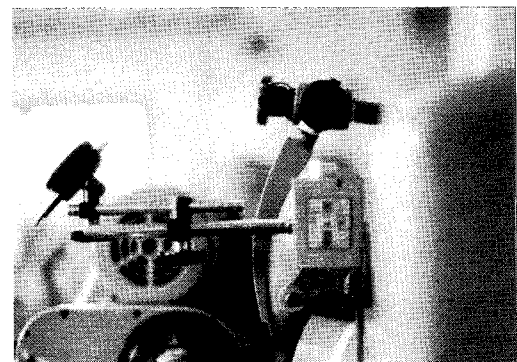

図2-23
(1) 工作物の傾きを測定する。
① ダイヤルゲージを円筒研削盤の砥石台にマグネットで固定する（図2-23）。
② 砥石台手送りハンドルを回して、ダイヤルゲージの測定子を工作物にあてる。
③ テーブル手送りハンドルを回して、ダイヤルゲージを工作物の端から端へ移動する。